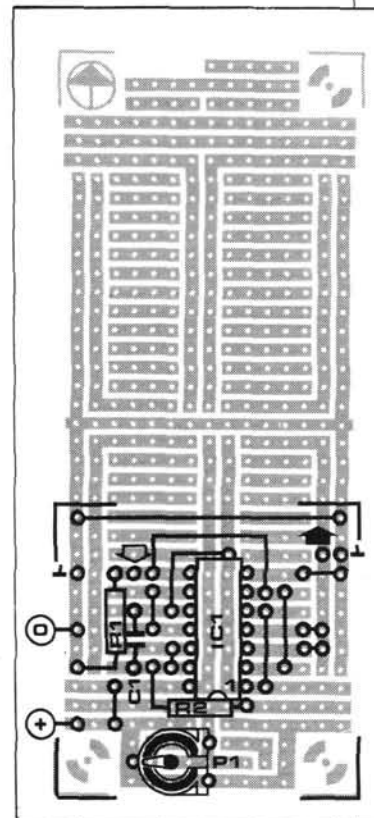

Figure 3 - Plan d'implantation des composants sur un petit bout de platine d'expérimentation.
La **figure 3** donne un plan d'implantation des composants de l'inverseur d'impulsion sur un morceau de platine d'expérimentation de petit format. Avec un peu d'habileté il est possible de monter le même circuit sur une surface environ trois fois moins étendue que celle-ci, surtout si l'on plante les résistances et le condensateur de l'autre côté de la platine. Si vous n'avez pas d'expérience avec ce genre de montage microscopique, attendez-vous à de mauvaises surprises, du moins au début.
Figures 2 et 3 - Rappel de la structure interne de l'amplificateur opérationnel (LM) 741 (figure 2). Les entrées sont à transistors NPN. Schéma du LM 358 (figure 3) avec ses entrées à transistors PNP.
Comme cette limitation est gênante dans de nombreuses applications, notamment celles où l'alimentation ne peut pas être symétrique, les fabricants ont mis au point d'autres types d'amplificateurs opérationnels. Nous prendrons comme exemple le type 358, dont le schéma interne est représenté par la **figure 3**. Il présente la particularité de travailler jusqu'à zéro volt aussi bien en entrée qu'en sortie. Les entrées sont connectées à des bases